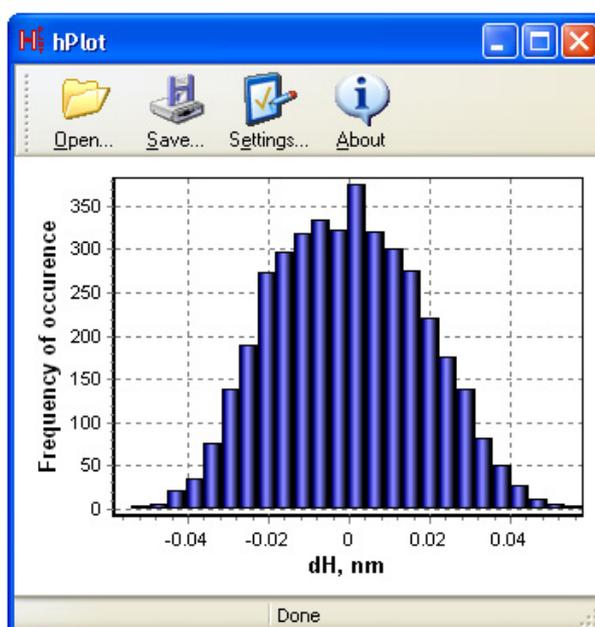

Рис.35. Распределение высот нормальных отклонений Δz атомов в монослое графена
13. Вызвав команду *Height distribution...* из меню *Analysis*, вы можете запустить утилиту «hPlot» для построения диаграммы распределения высот нормальных отклонений Δz атомов в монослое графена (см. рис. 35).